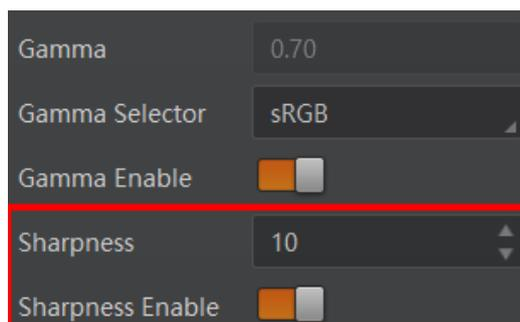

图8-24 锐度设置
2. 在 *Sharpness* 参数中输入需要设置的数值，参数范围为 0 ~ 100，如图 8-24 所示。